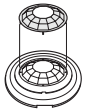

FIG. 13
3. Inserte el cubre lentes en las 4 ranuras sobre la lente. (Ver FIG. 13)